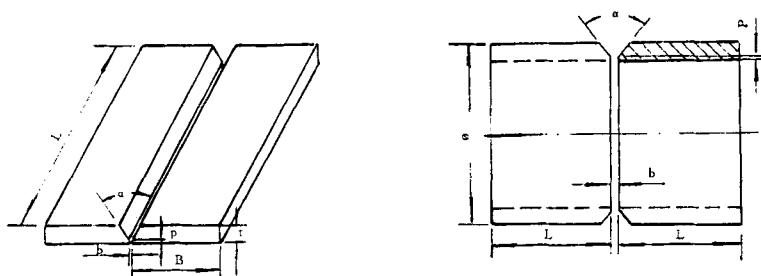

图1 试板及试管外形与坡口尺寸
4.2.6 试板及试管的外形与坡口尺寸见图 1 及表 1、表 2。